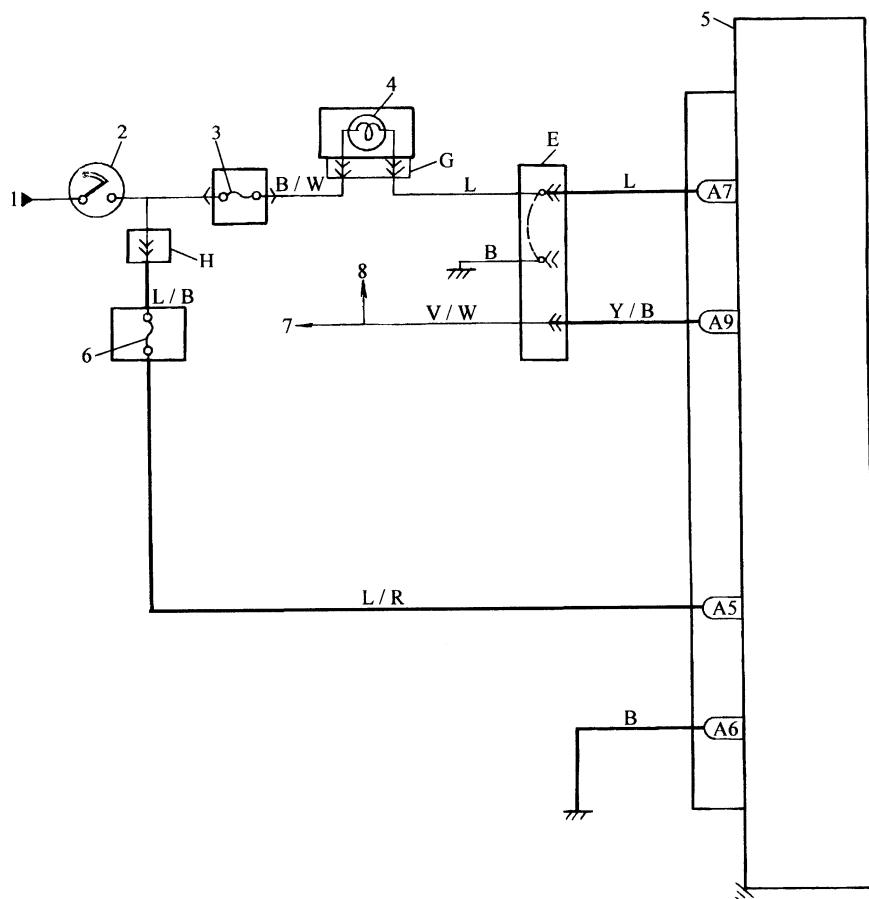
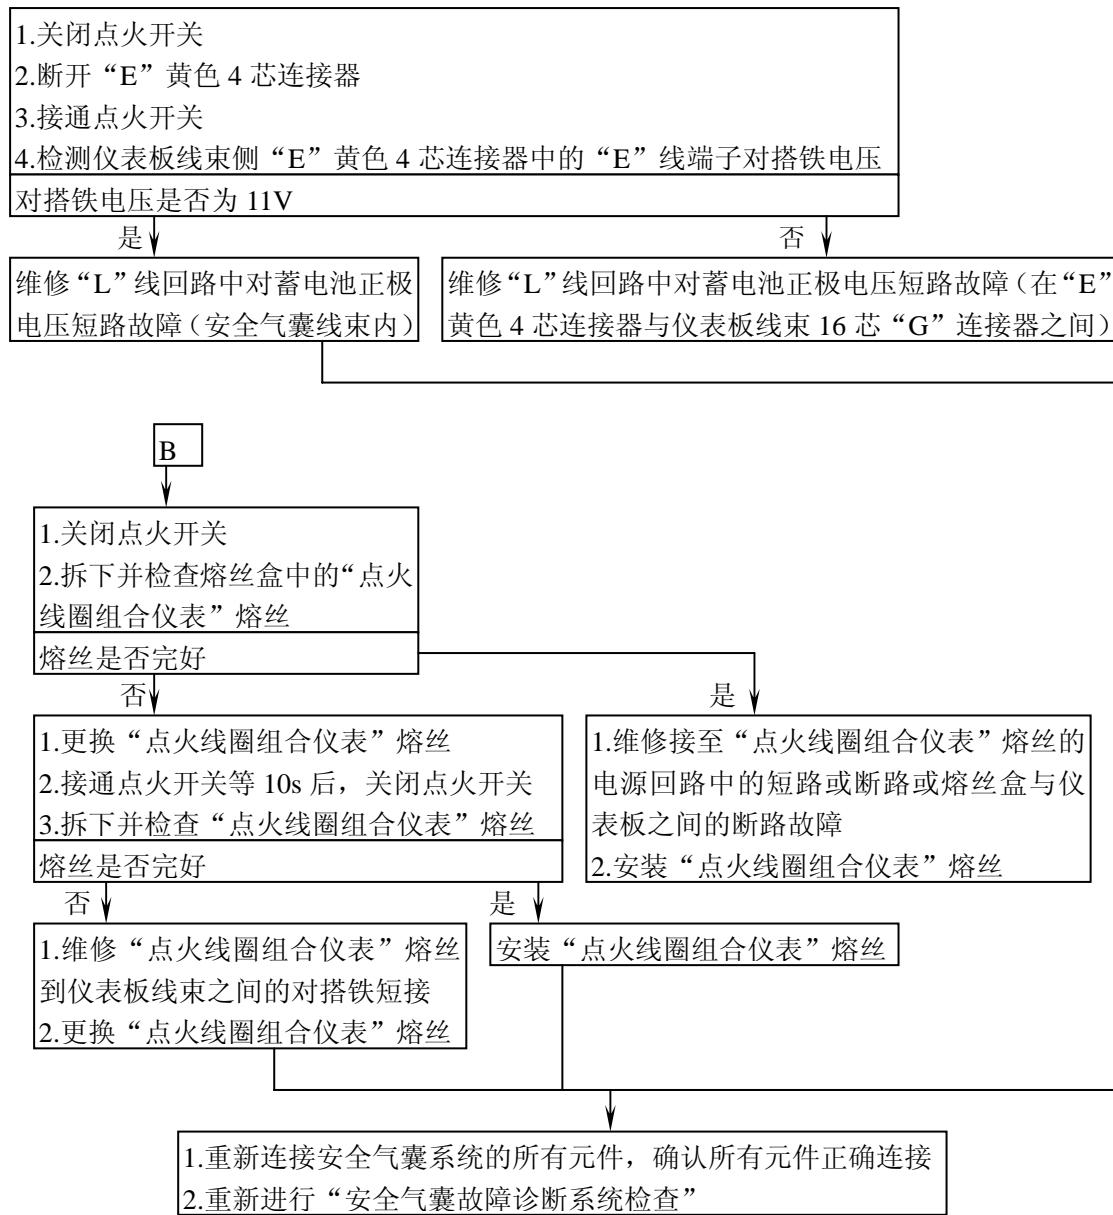

图 10-10 AIR BAG 报警灯电路
图 10-12 AIR BAG 报警灯不亮的检查
(1) AIR BAG 报警灯电路见图 10-10。
参见图10-10，检查程序见图10-12。